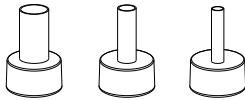

图3
3. 装置所需的风嘴（尽量使用大口径风嘴），连接好电源。如图3所示